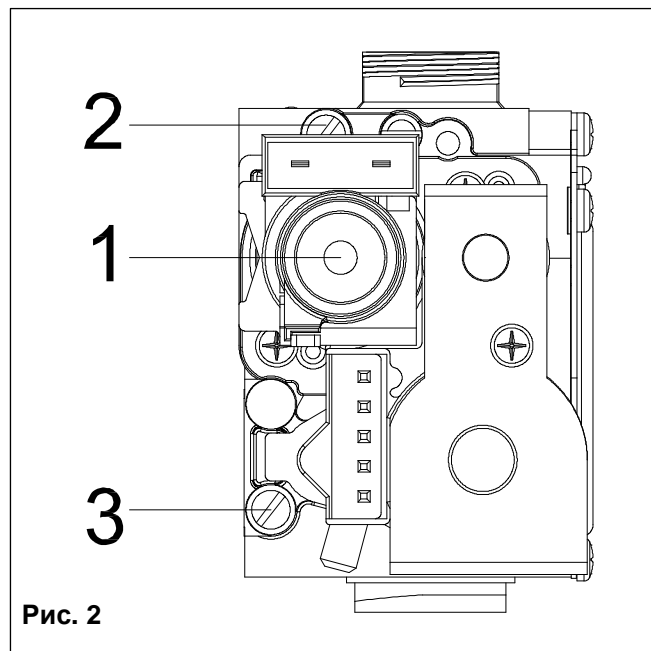

Рис. 2
- С помощью манометра М (рис. 2) убедитесь в том, что давление в системе достигает половины зеленого сектора (1,2 бар, см. рис. 3), и что на дисплее панели управления не отображается код H2O.
- Ослабьте винт точки замера давления № 2 (рис. 2) и вставьте манометр.